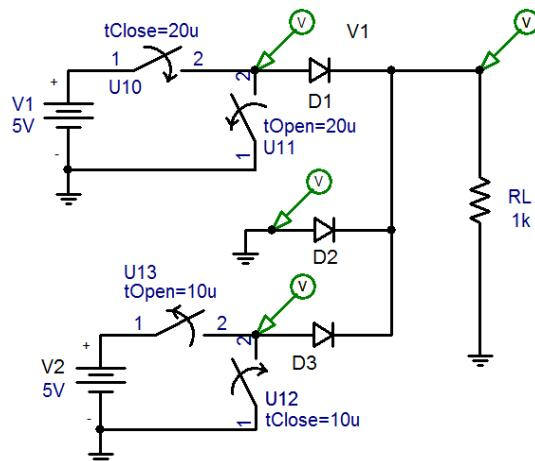

Figura 1.49 – Porta OR de 3 entradas (simulação com o software PSpice).
- a) Efetuar a simulação no PSpice do circuito lógico da Figura 1.49.